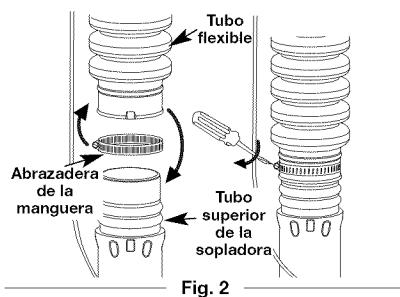

Fig. 2
- Coloque una abrazadera de manguera sobre el otro extremo del tubo flexible (Fig. 2).
- Deslice el extremo de la manguera con la abrazadera colocada sobre el extremo superior del tubo superior de la sopladora y apriete el tornillo de la abrazadera de la manguera (Fig. 2).